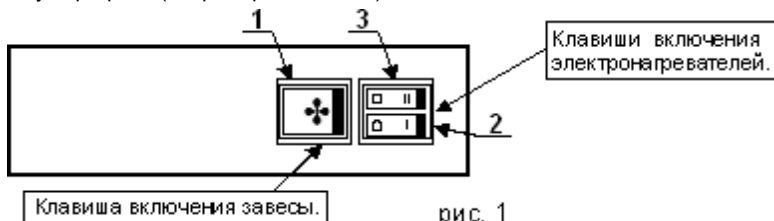

рис. 1
5.2. Включение. Установите клавишу 1 в положение \* (см. рис. 1), при этом начинает работать вентилятор. Нажатие на любую из клавиш 2 или 3 включает половину мощности. Режим полной тепловой мощности включается нажатием на обе клавиши 2 и 3.